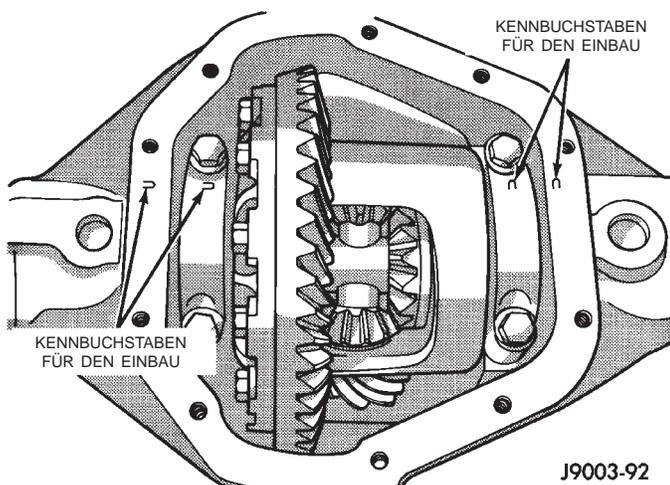

Abb. 18 Kennzeichnung der Lagerdeckel
(1) Achswellen ausbauen.
(2) Die Kennbuchstaben für den Einbau, die auf den Lagerdeckeln und der geschliffenen Dichtfläche des Gehäuses eingeschlagen sind, notieren (Abb. 18).